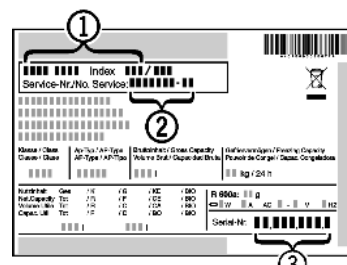

Fig. 18
- Наименование устройства *Fig. 18 (1)*, сервисный № *Fig. 18 (2)* и серийный № *Fig. 18 (3)* считайте с заводской таблички. Заводская табличка находится внутри устройства слева.
- Обратитесь в сервисную службу и сообщите вид неисправности, наименование устройства *Fig. 18 (1)*, сервисный № *Fig. 18 (2)* и серийный № *Fig. 18 (3)*.